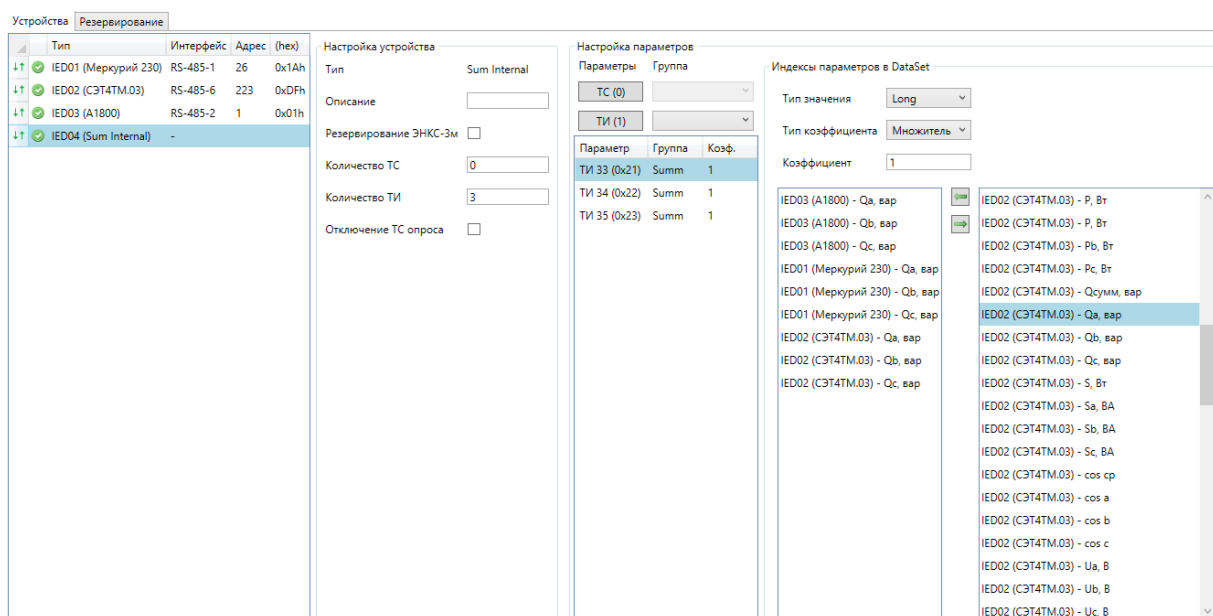
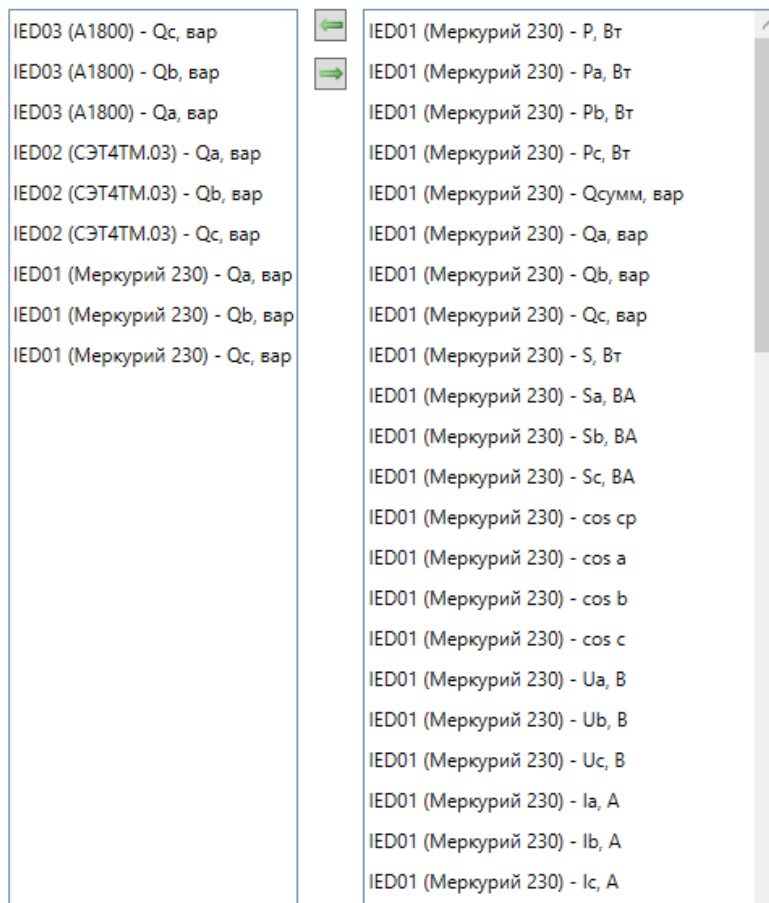

Рисунок 5.23. Пример настройки сумматора.
Рисунок 5.24
- Список параметров – окно с перечнем всех доступных параметров для суммирования (справа), с помощью стрелок осуществляется добавление/удаление параметров в левое окно (см. рис.Рисунок 5.24Рисунок 5.23. Пример настройки сумматора.).